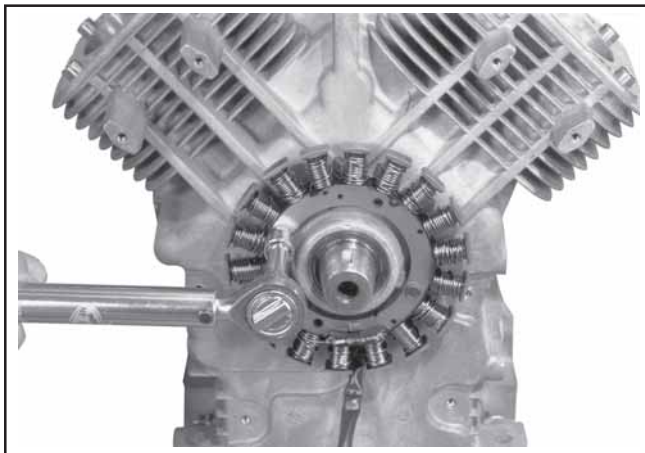

Figure 11-20. Installation du stator.
3. Monter et serrer les deux vis hexagonales au couple de **6,2 Nm (55 in. lb.)**. Voir la Figure 11-20.